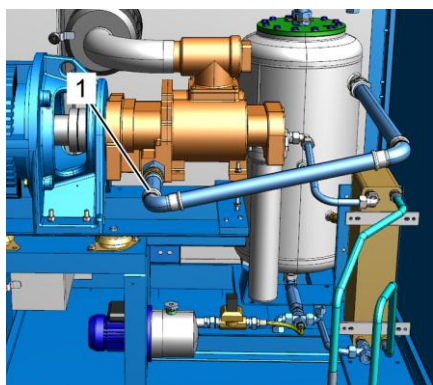

Рис. 64: Соединительная труба ступени компрессора
10. Подготовьте приемную емкость, демонтируйте трубопровод между ступенью компрессора и баком для воды (Рис. 64/1) и спустите воду.